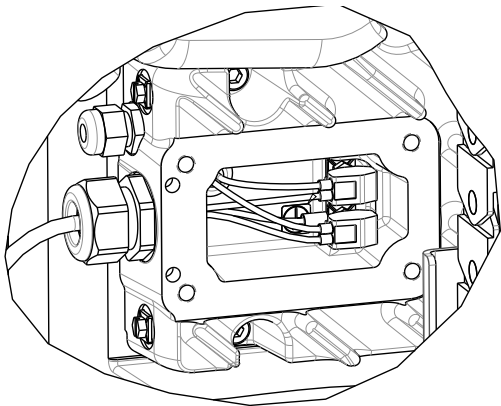

图 47: 驱动器外壳接线
- a. 如果使用常温单柱塞供料系统，请关闭红色断连开关 (AZ)。
- b. 如果使用加热单柱塞供料系统，请关闭红色断连开关 (AZ)。
- c. 如果使用常温串联柱塞供料系统，请仅在要卸下驱动器的柱塞供料装置上关闭红色的断连开关 (AZ)。
- d. 如果使用加热串联柱塞供料系统，请仅在要卸下驱动器的柱塞供料装置上关闭红色的断连开关 (AZ)。
4. 断开驱动器 (AB) 的电源连接:
- a. 卸下驱动器壳盖 (HC)。
- b. 断开驱动器壳内的线缆连接。参见图 47。